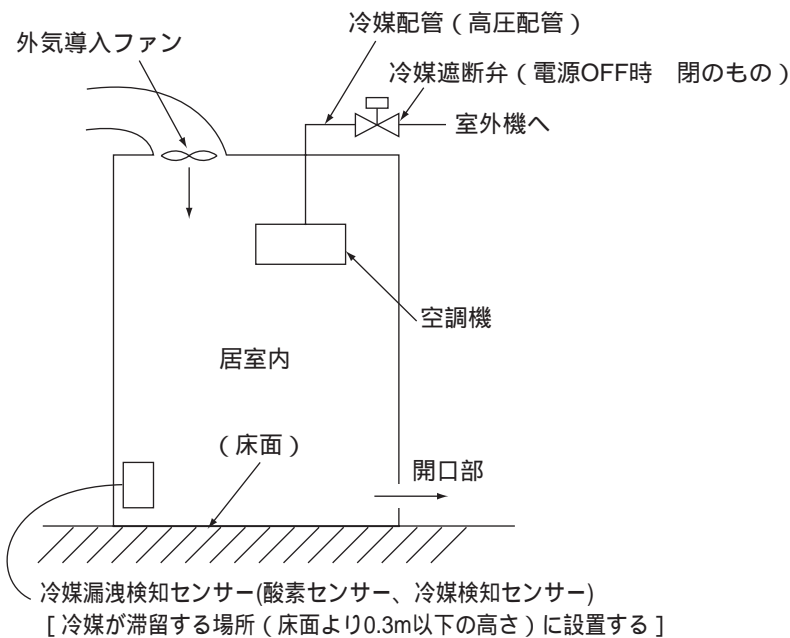
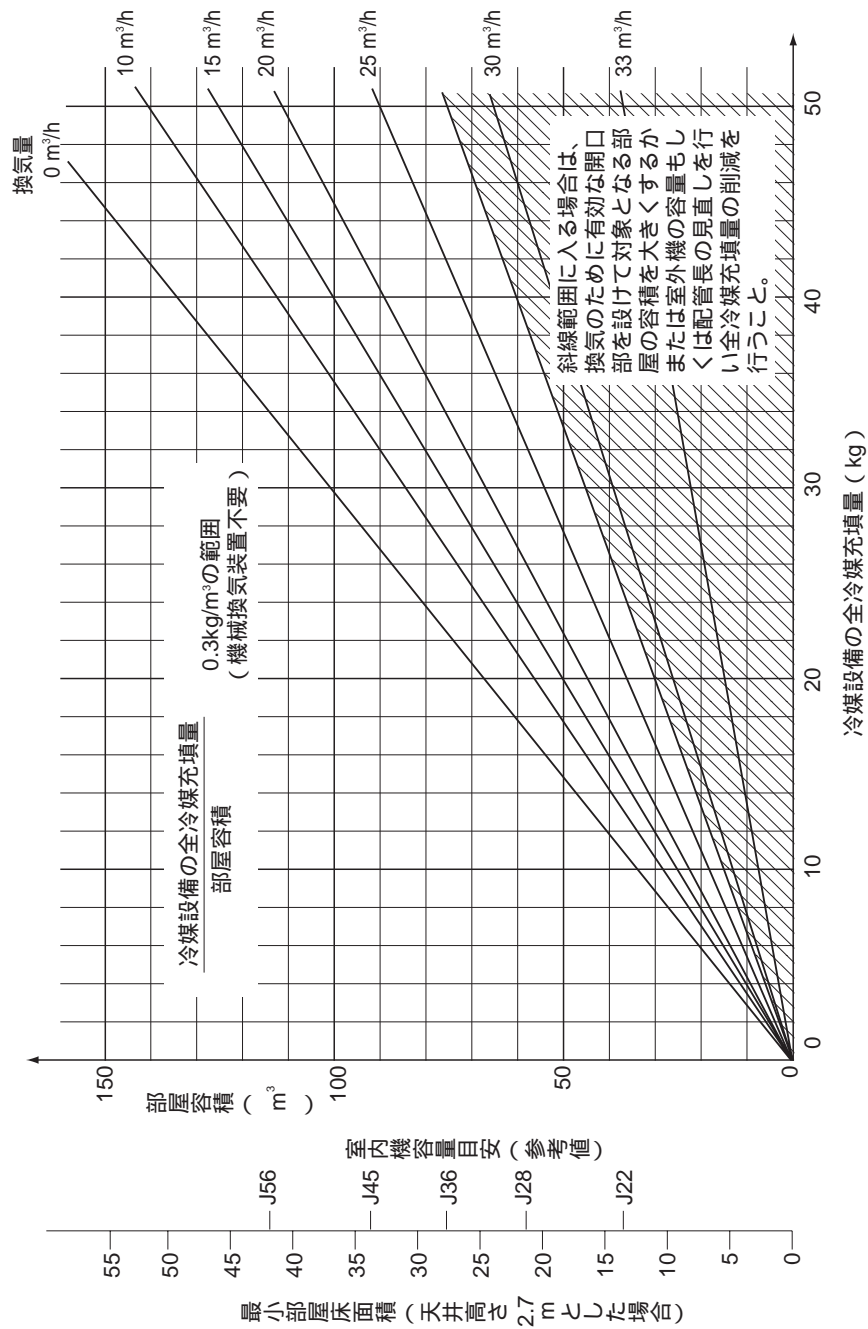

図4 常時換気システムと冷媒遮断弁の併設
図1 換気量によるシステムの選定
換気量は対象冷媒設備の全冷媒充填量と部屋容積によって図1に示す量以上としてください。
- 換気システムを設置する場合でも図1の斜線で示す範囲は万一の換気システムの故障を考え選定しないようにしてください。この範囲に入る場合は原則的に **対応1** **対応2** に示すように換気のために有効な開口部を設けて対象となる部屋の容積を大きくするかまたは、室外機容量もしくは配管長の見直しを行い全冷媒量の削減を行ってください。
- 換気システムを設置した場合で図1の斜線で示す範囲に入り、**対応1** **対応2** がとれない場合は、換気システムとは別の独立した安全確保のための手段を設けてください。具体的には冷媒漏洩時のセンサ - によって作動する冷媒遮断弁や在室者の危険を知らせる確実な警報システムです。この場合センサ - は上記換気システム作動用のセンサ - とは別にしてください。図4に冷媒遮断弁併設の場合を示します。